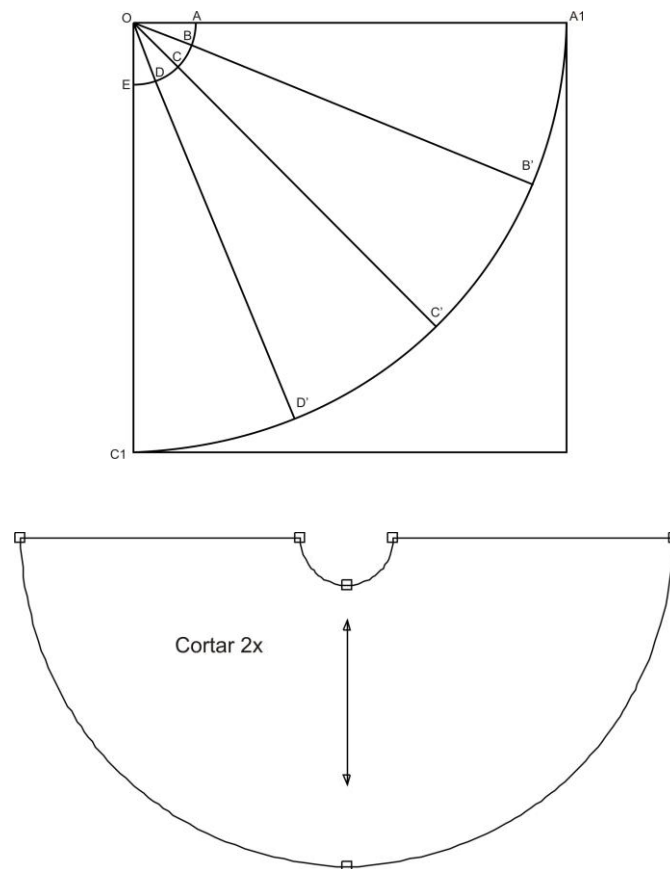

Figura 41 – Saia Godê Costura na Lateral
8. Cortar o molde com o papel dobrado por um dos lados retos, de maneira a transformá-lo num semi-círculo (FIGURA 41). Transportá-lo duas vezes para o tecido, dispondo um por cima e o outro por baixo, para economizar tecido. Assim, a saia terá duas costuras, numa das quais será montado um zíper de 20 cm. As costuras ficarão nas laterais;